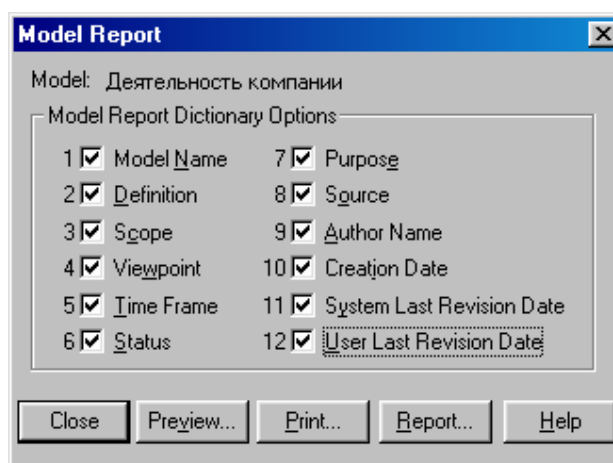

Рисунок 2.13 – Задание опций генерирования отчета **Model Report**
- В меню **Tools/Reports/Model Report** (рисунок 2.13) задайте опции генерирования отчета (установите галочки);